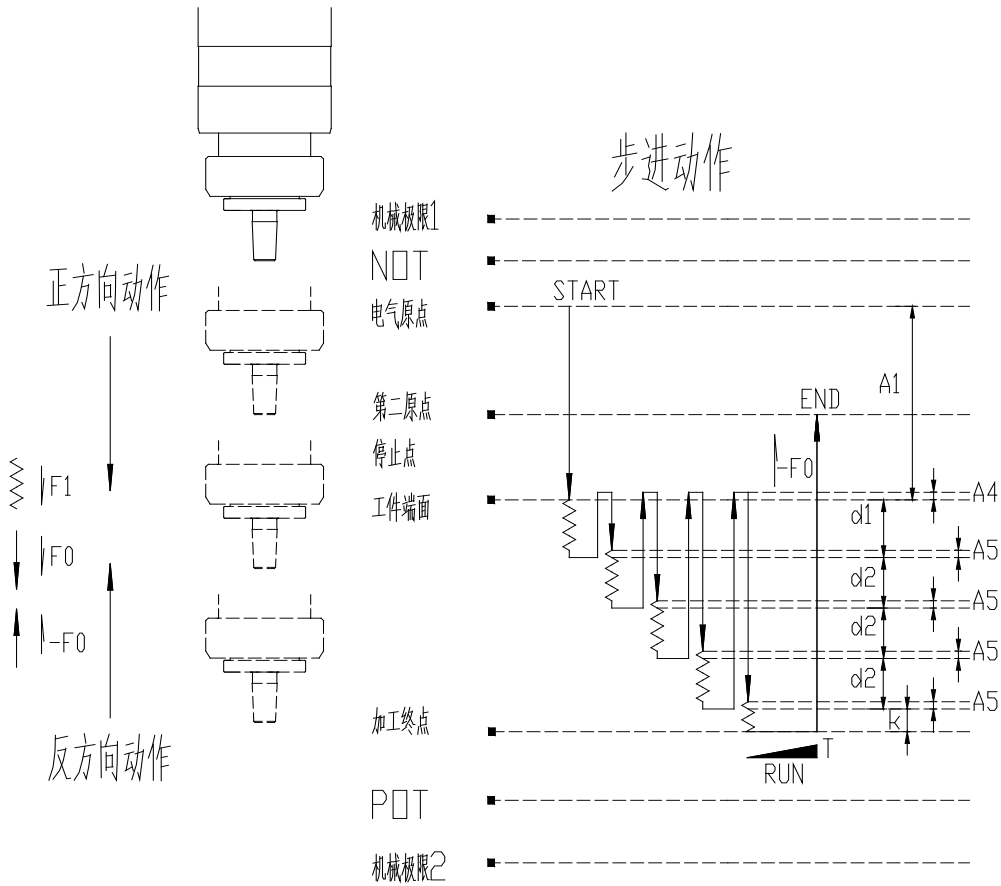

图 10-4 步进模式动作图
(1) CHOOSE1 信号为 ON、CHOOSE2 信号为 ON 时步进模式被选择, POS10K 信号此时为 ON、POS20K 信号此时为 ON。
(2) 周期开始后伺服驱动器输出 RUN 信号, 步进模式时 (图 10-4): 初期马达以 F0 (P7. 01) 为速度正向前进 A1 (P7. 02) 行程, 接着执行 d1 段 (至工件表面时伺服马达以 F1 (P7. 05) 为切削速度时的转速进给, 切削加工 d1 (P7. 12) 行程, 再以 -F0 为速度反向动作 d1+A4 (P7. 12+ P7. 10) 行程), 再执行 d2 段 (伺服马达以 F0 (P7. 01) 转速正向前进 d1+A4-A5 (P7. 12+P7. 10-P7. 11) 行程, 接着伺服马达以 F1 (P7. 05) 为切削速度时的转速进给, 切削加工 d2+A5 (P7. 13+ P7. 11) 行程, 此时系统自行判断执行 d2 段 加工的循环 (根据关系 $A2=d1+n*d2+K$, K: 余值; n: 循环次数, 不等于 0 的整数)), 到循环结束后又进行判断 K 值 (若 K 值=0 则直接进入驻停阶段, 若 K 值>0 则进行余值加工后再进入驻停阶段), 执行 余值加工 (伺服马达以 F1 (P7. 05) 为切削速度时的转速进给, 切削加工 K 行程), 驻停 T0 结束后执行 返回第二原点 (以 -F0 为速度反向动作 A2+A3 行程)。至此周期完成, 伺服输出信
(3) 图 10-4 中只有 3 段 **d2**，且并未表示其运算及判断过程，只起到示意作用。